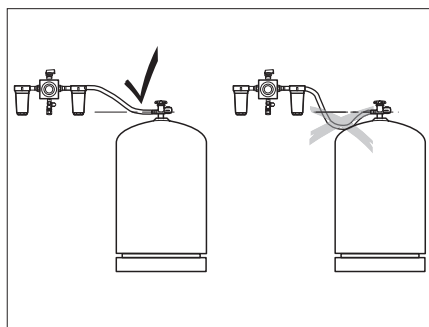

Fig. 231 Disposition des flexibles à haute pression
- ▷ Lors de la pose des flexibles à haute pression, veiller à ce que les flexibles soient en montée continue (Fig. 231)!